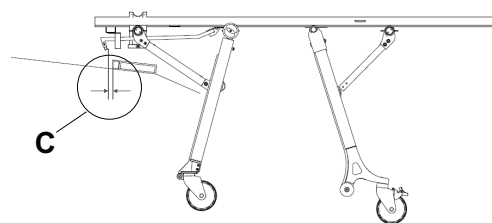

Figura 10 – Espaço livre entre o gancho de segurança e a placa de fixação
- O espaço livre horizontal (C) entre o gancho de segurança e a placa de fixação é suficiente para descarregar (Figura 10)